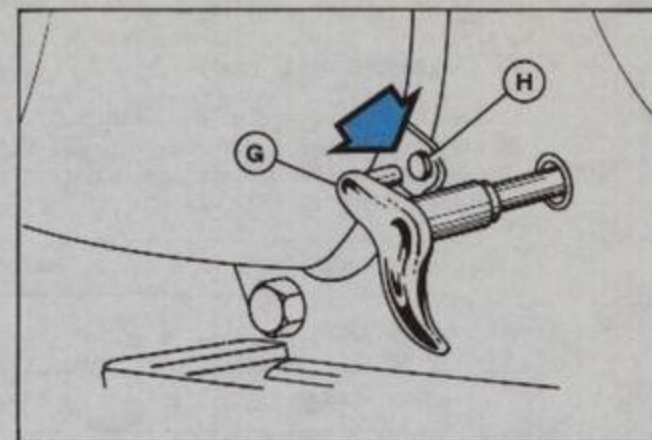

Fig. 24
**Intermitentes traseros:** Controlar el contacto entre porta-lámparas y aleta; verificar además que la conexión de masa (realizada mediante el contacto entre gancho «G», fig. 24, de cierre aleta y el remache específico «H» situado sobre la aleta para el anclaje del gancho) sea eficiente.